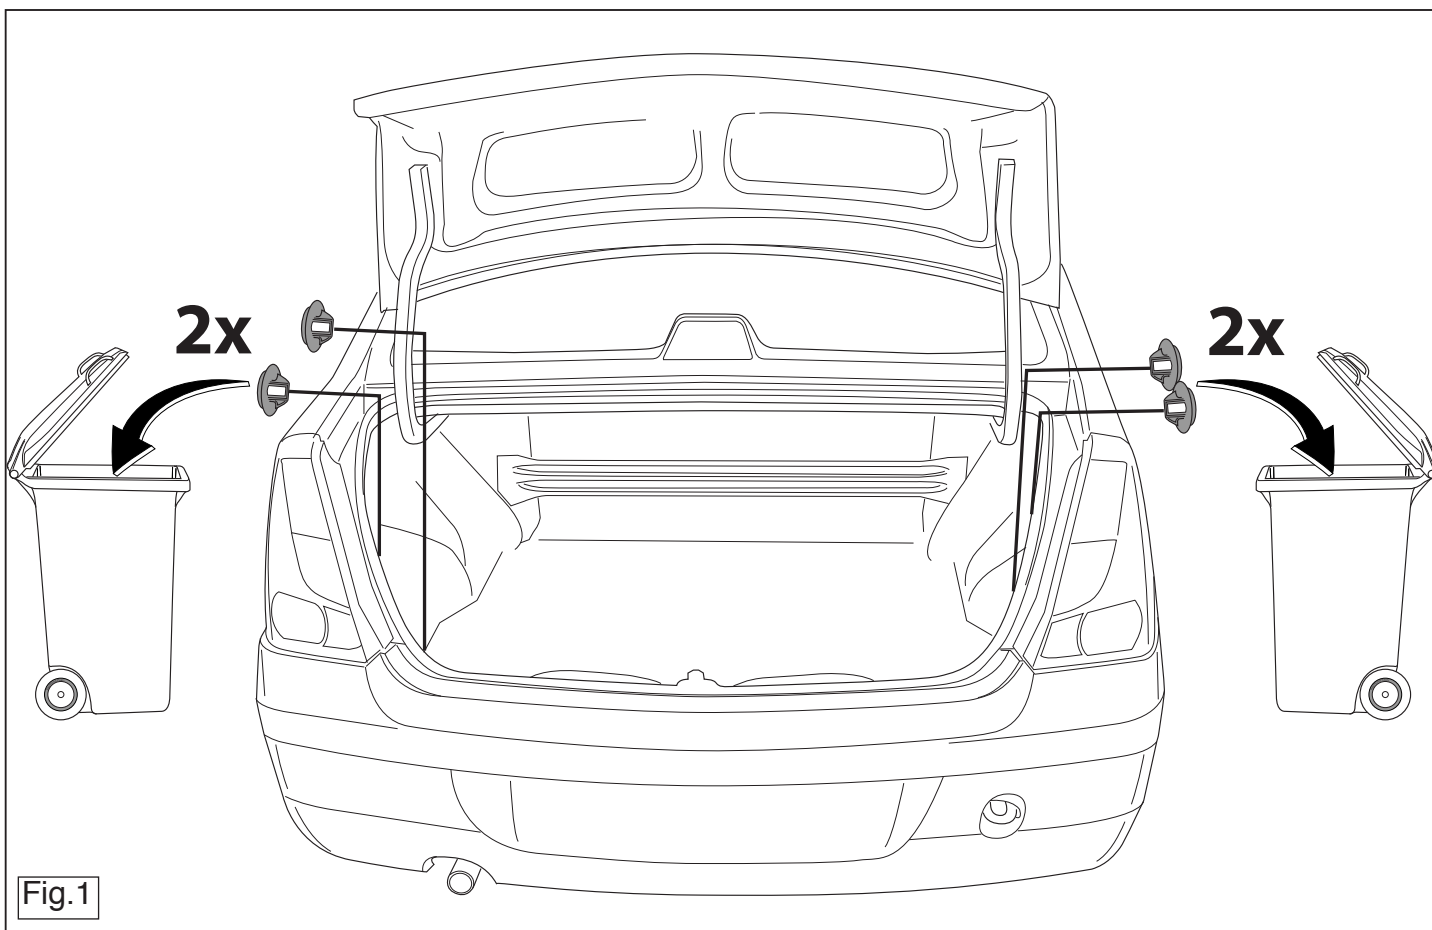

Fig.1
4. Enlever les bouchons en caoutchouc à l'emplacement des points indiqués (voir la fig.1).
3. Bei den Berührungspunkten der Anhängervorrichtung mit dem Fahrzeug den vorhandenen Kitt oder das Wachs entfernen (siehe Abb. 1).
4. Avlägsna gummikåporna vid de markerade punkterna (se fig. 1).
4. Fjern gummikapslerne ved de markerede punkter (jævnfør fig. 1).
4. Удалить резиновые пробки в указанных точках (см. рис. 1).
4. Retirar a la altura de los puntos indicados los tapones de goma (véase la fig. 1).
4. Rimuovere i tappi in gomma dai punti indicati (vedi fig. 1).
4. W oznaczonych miejscach usunąć gumowe nakładki (patrz rys. 1).